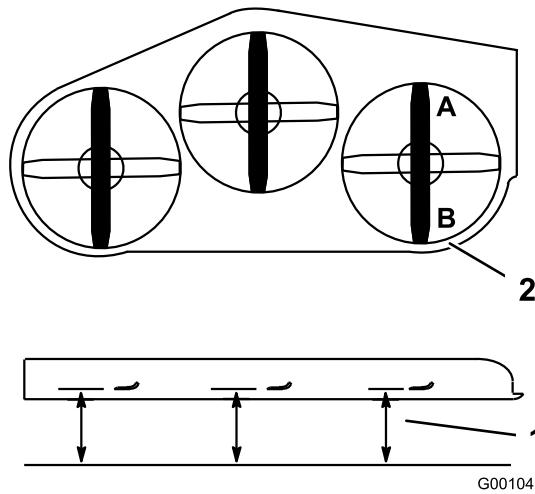

Figure 65
1. Tournez la lame droite dans le sens longitudinal (Figure 65).
2. Mesurez la distance au point **A** entre la surface plane et le tranchant de la pointe de la lame droite (Figure 65).
4. Mesurez la distance au point **B** entre la surface plane et le tranchant de la pointe de la lame droite (Figure 65).
6. La lame doit être plus basse de 6 à 10 mm (1/4 à 3/8") au point **A** qu'au point **B** (Figure 65). Si ce n'est pas le cas, passez aux étapes suivantes.